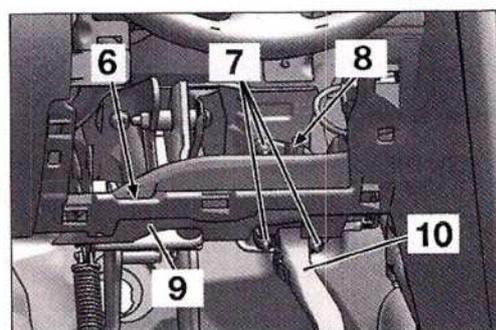

FIG. 23
- Desengrapar los bloqueos (1).
- Desmontar el tornillo (4) y su pastilla (2).
- En el interior del vehículo, desconectar el conector (8) del pedal acelerador (10) (Fig.23).